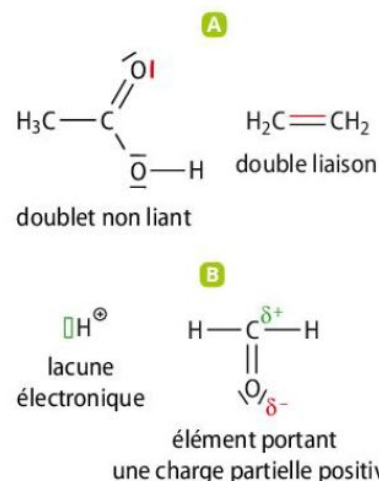

FIG. 6 A Sites potentiellement **donneurs** de doublet d'électrons.
■ Un **site donneur de doublet d'électrons** est un site de forte densité électronique. Un **site accepteur de doublet d'électrons** est un site de faible densité électronique (FIG. 6).